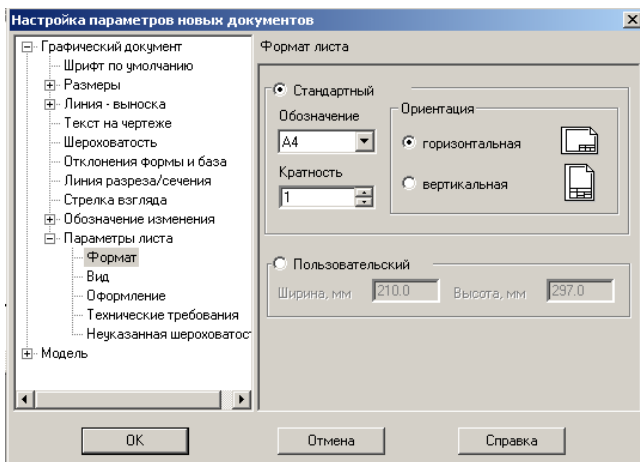

Рис. 23
4. В окне диалога «Настройка параметров новых документов» выбрать Параметр листа → Формат и установить параметры в Формате листа (рис.23):